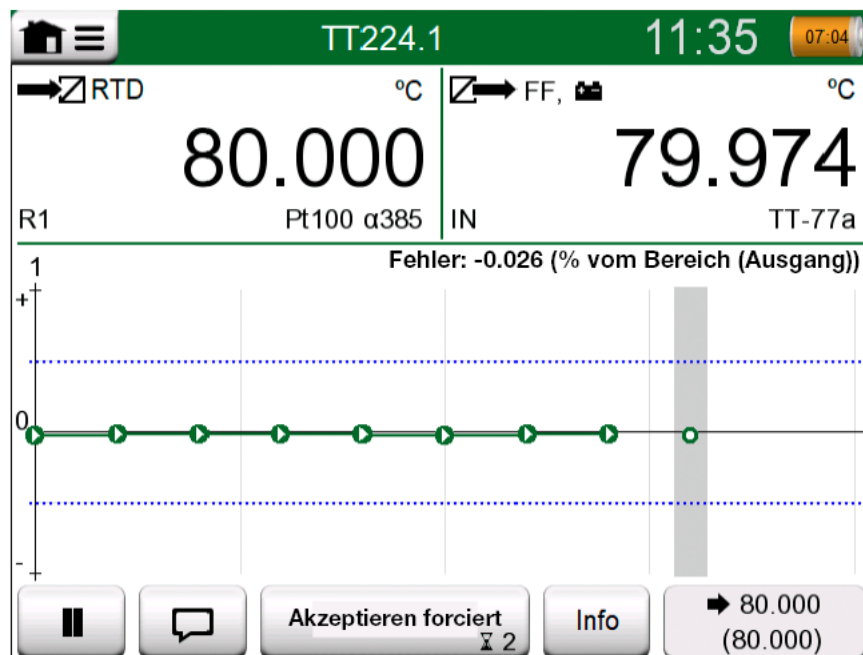

Abbildung 84: Kalibrierung mit aktiviertem „Automatisch akzeptieren“
3. Sobald Signalstabilität erreicht ist, werden die Angaben nach einer unter der **Ansprechverzögerung** eingestellten Zeitspanne gespeichert, sofern die Signalstabilität immer noch gegeben ist. Siehe Sanduhr in Abbildung 84: Kalibrierung mit aktiviertem „Automatisch akzeptieren“ auf Seite 101. Wird ein Signal instabil, springt der MC6-T zu Phase 2 zurück.